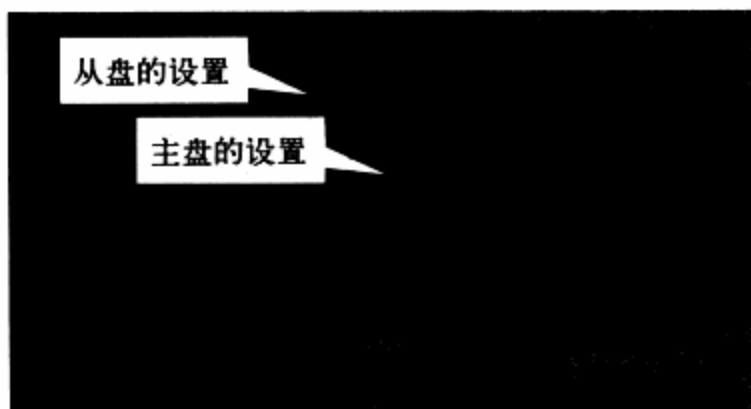

图4-12 主从、盘跳线说明
**步骤 01** 设置主、从盘。图4-12是设置主、从盘的说明。